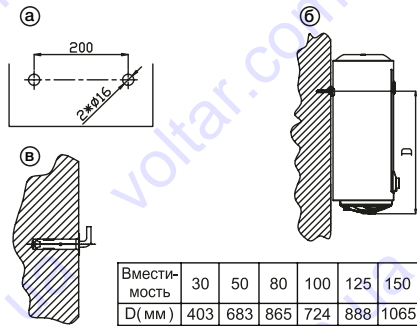

Рис. 2
2. После выбора места монтажа определите места под два крепежных болта с крючками (в зависимости от спецификации выбранного изделия). Электродрелью просверлить два отверстия в глухой стене диаметром 16 мм на расстоянии 200 мм. Расстояние между отверстиями выдерживать в соответствии с рисунком 2а. При определении высоты отверстий необходимо учесть положение на стене водопроводных соединений, тип водопроводных труб и расстояние от крепления до низа нагревателя (см. рис. 2б).
3. Вставить распорные болты в отверстия и убедиться, что крюк направлен вверх (см. рис. 2в).